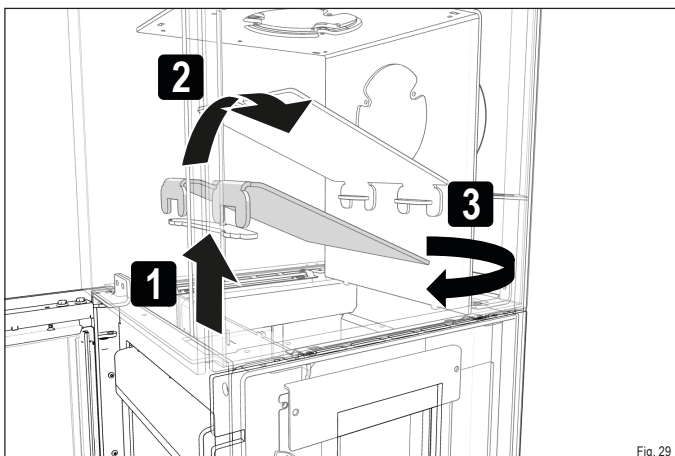

Fig. 29
- ▶ Sortez le déflecteur acier inférieur par le foyer (Fig. 29 - 30)